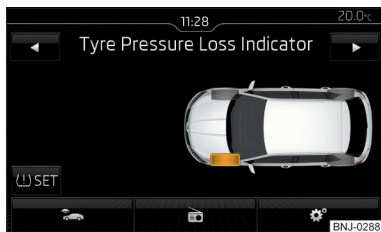

Fig. 148
- Atingeți suprafața de comandă funcții (U) SET » fig. 148.
Când lampa de control luminează (U) în panoul de bord, pe Infotainment se poate afișa anvelopa afectată » fig. 148.